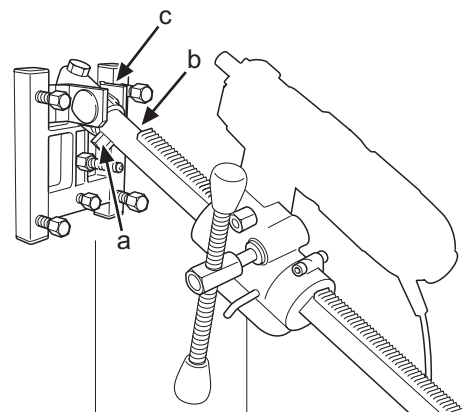

Fig. 12
2. Fissare la colonna di foratura all'attacco angolare della piattaforma. Avvitare le due viti di bloccaggio (a e b) con la chiave da 24 mm (fig. 12). Girare l'alloggiamento alimentatore di 180° e reinstallarlo sulla colonna di foratura. Reinstallare la foratrice nell'attacco rapido.
3. Regolare l'angolo di foratura desiderato agendo sul dado (c) (fig. 12) con la chiave da 30 mm.
2. Die Bohrsäule wird auf die Winkelbefestigung der Sohlenplatte montiert. Die beiden Sicherungsschrauben (a und b) mit einem 24-mm-Schraubenschlüssel festziehen. (Abb. 12). Der Bohrwagen wird um 180° gedreht und wieder auf die Bohrsäule gesetzt. Die Bohrmaschine wird wieder in die Schnellkupplung montiert.
3. Den gewünschten Bohrwinkel mit der Mutter (c) mit einem 30-mm-Schraubenschlüssel einstellen (Abb. 12).
2. Le pilier de forage se monte sur la fixation angulaire du piétement. Visser les deux vis de blocage (a et b) à l'aide d'une clé de 24 mm. (Fig. 12). Le carter d'alimentation est pivoté de 180° et remonté sur le pilier de forage. La foreuse peut être remontée dans la fixation rapide.
3. Régler l'angle de forage souhaité à l'aide de l'écrou (c) (Fig. 12) à l'aide d'une clé de 30 mm.
2. De boorkolom wordt op de hoeksteun van de bodemplaet gemonteerd. Zet de twee borgschroeven (a en b) met een 24 mm sleutel vast. (Fig. 12). Het toevoerhuis wordt 180° gedraaid en weer op de boorkolom vastgezet. De boormachine wordt weer in de snelbevestiging gezet.
3. Stel de gewenste boorhoek in met moer (c) (Fig. 12) met een 30 mm sleutel.